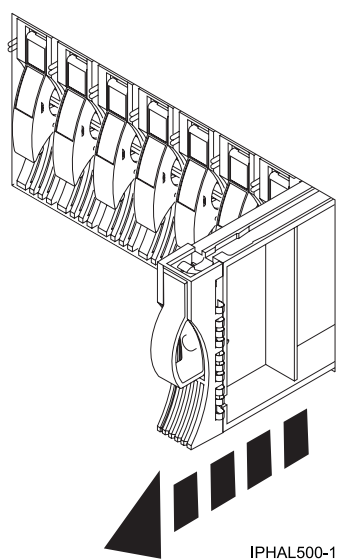

Figura 54. Extracció d'un panell de reblliment d'una unitat de disc d'un model o 7311-D20
4. Estireu el panell de reblliment d'unitat de disc perquè surti de la ranura. Estireu el panell de reblliment d'unitat de disc perquè surti de la ranura que voleu utilitzar, com es veu a la Figura 54 a la pàgina 80.